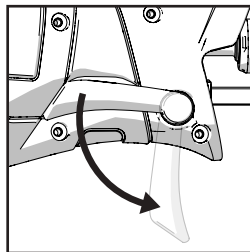

Fig. 4
- Suelte la palanca de bloqueo de la placa de contacto. (**Fig. 4**)